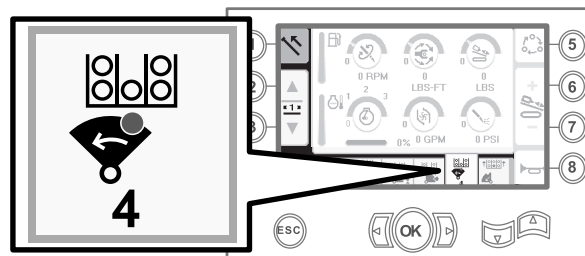

Bild 16
8. Lassen Sie den Kippschalter los, um auf den nächsten Schritt in der Folge zu gehen (Bild 16).